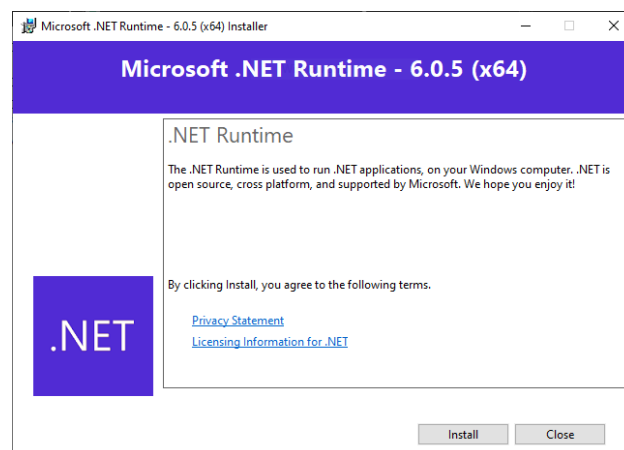
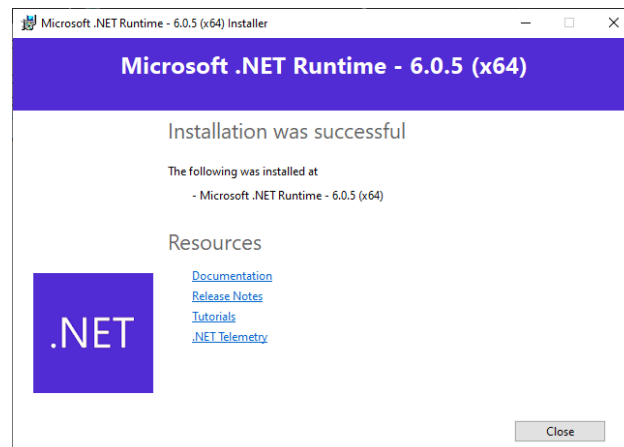

Figure 26: .NET-Laufzeitumgebung Installationsfenster.
Figure 27: Erfolgreiches Installationsfenster der .NET-Laufzeitumgebung.
6. (Optional) Falls die .NET-Laufzeitumgebung installiert werden muss, klicken Sie im .NET-Installationsfenster auf *Installieren* (Abb.26). Bei erfolgreicher Installation erscheint das in Abb.27 gezeigte Fenster.